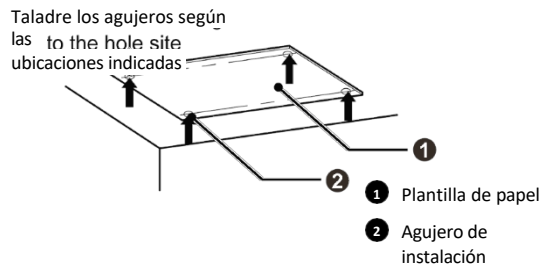
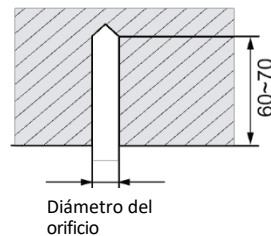

Fig. 4.1.2
Fig. 4.1.3
- 1) Pegue la plantilla de referencia en la posición de instalación; taladre 4 agujeros según la ubicación de los agujeros en la plantilla, tal y como se indica en la Fig. 4.1.2; el diámetro del agujero depende del diámetro del perno de expansión y la profundidad es de 60 a 70 mm, tal y como se indica en la Fig. 4.1.3.